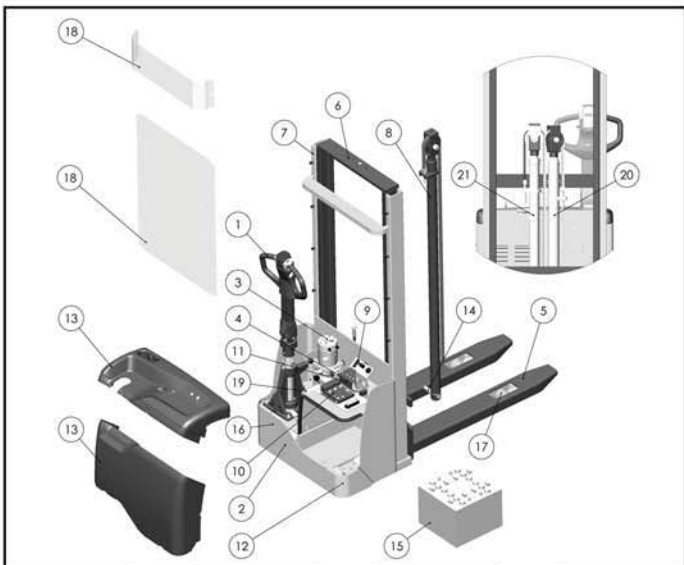

Fig.1 **Abb.1** **Kuva.1** **ΦΙΓ.1**
EVO: Puede regularse la velocidad de traslación (subida y bajada) de forma proporcional a la rotación del compensador de mando con el controlador electrónico correspondiente (ref.10/fig.1). La energía necesaria para el trabajo efectivo la procura la batería (ref.15/fig.1). En el caso de una falla en el sistema eléctrico o el agotamiento de la energía almacenada en la batería mientras la carretilla ha horquillas elevadas, usted puede hacerlas más baja para mover el carro pulsando el sistema de desbloqueo manual (ref.4/fig.1) instalado en el solenoide. En la instalación hidráulica han sido instaladas dos válvulas de seguridad:
Construida según las normas en vigor, está constituida por un variador electrónico (ref.11/fig.1) programable (dotado con todas las seguridades y regulaciones) y con órganos de mando que se pueden maniobrar desde la cabeza del timón. Las conexiones están protegidas contra el aflojamiento accidental. Los conductores de cobre son muy flexibles y tienen una sección adecuada a las condiciones de funcionamiento y a las influencias externas que pudieran verificarse. Todos los componentes eléctricos han sido montados de manera de asegurar el buen funcionamiento y facilitar la manutención.
Se recomienda quitar la protección de las manos superior (ref.18, fig.1) antes de realizar las maniobras de enganche con los accesorios para evitar su rotura, volviendo a instalar la misma en su posición antes de poner la máquina en servicio nuevamente. Mientras se conduce es preciso asegurarse de que la carretilla sea bien enganchada, de manera que no pueda volcarse. Asegurarse de que ningún ácido o vapor se salga de la batería (si está).